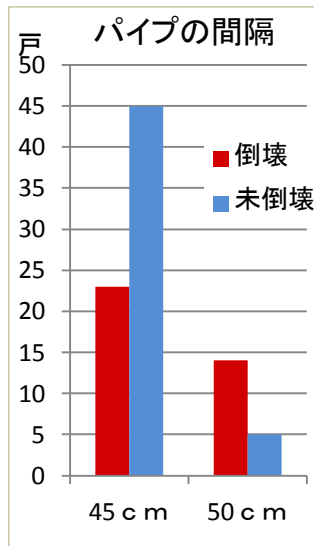

図1 パイプの間隔、パイプ径と倒壊状況
- ・ パイプ径22mm以上、パイプの間隔45cm以下が歪みにくい。(図1)
- ①X字型の筋交い
- ②タイバーと補強パイプ
- ③沈下防止パイプ
- ④妻面の梁